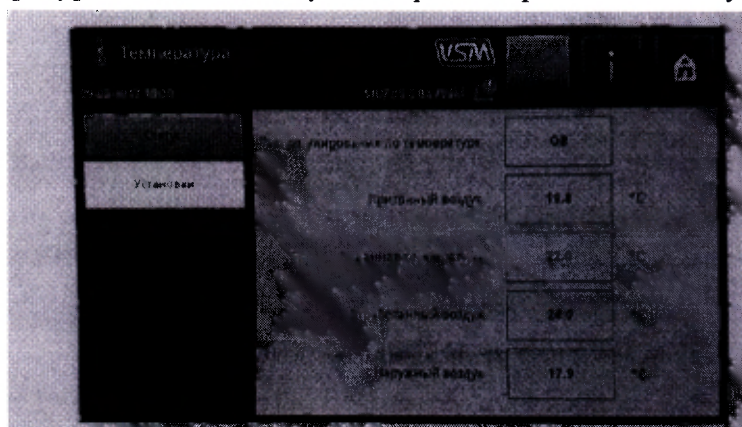

Рисунок 2
- для модификации TBLZ-1-24-2 (порт подключения коннектор 3) при активации вкладки «Температура», далее «Статус» в строке «Приточный воздух» (рис.2).
- для модификации TBLZ-1-24-3 (порт подключения коннектор 2 гнездо К6) - в строке «Наружный воздух» (рис.2)
- для модификаций TBLZ-2-31-1, TBLZ-2-31-2, TBLZ-2-31-4 (порт подключения коннектор 2 гнездо К5) - в строке «Отработанный воздух» (рис.2).